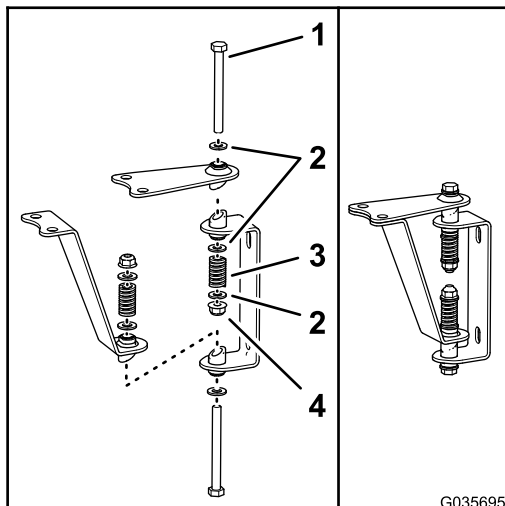
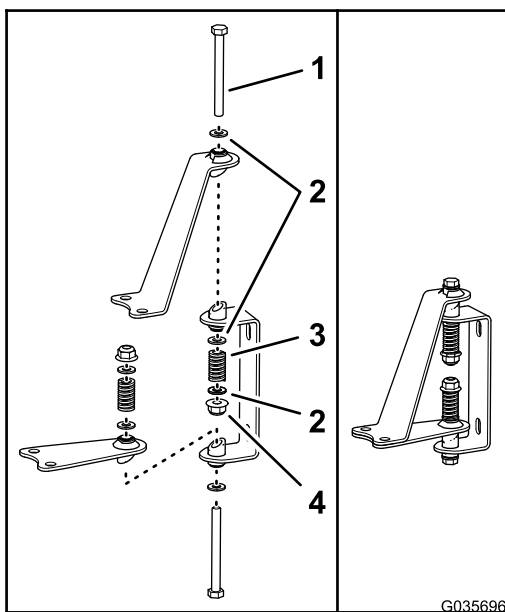

Figura 4
Figura 5
- Introduceți uruburile prin orificiile tubului sudat cu articulaie, elementelor de articulaie i bridelor aa cum se arată în Figura 4 sau Figura 5.
- Montai o aibă plată la capătul liber al fiecărui urub (Figura 4 sau Figura 5).
- Montai un arc la capătul fiecărui urub (Figura 4 sau Figura 5).
- Montai o aibă plată i o contrapiuliță la capătul fiecărui urub (Figura 4 sau Figura 5) i strângeți contrapiulițele până când arcul este bine strâns.